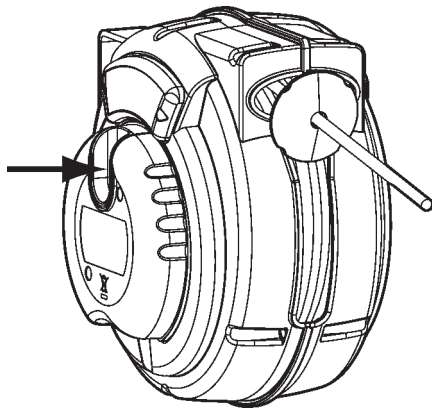
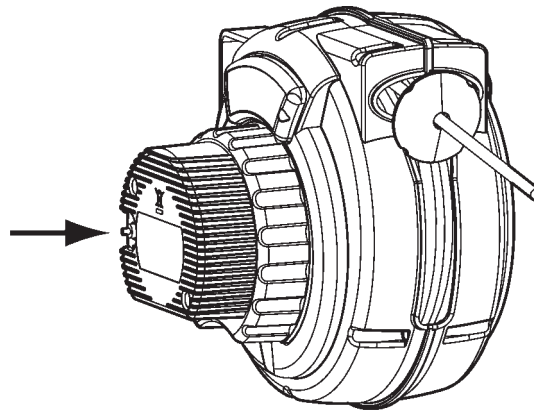

Fig. 7
Fig. 8
TWO MINUTES after the breaker has tripped, the breaker can be reset and the cable reel thus reconnected by pressing the button (A) indicated in figure 7 / figure 8.
Le disjoncteur peut être manuellement réenclenché DEUX MINUTES après la rupture du passage du courant (fig. 7 et fig. 8).
El interruptor automático puede ser activado manualmente pulsando el botón (A) transcurridos DOS MINUTOS desde el corte de alimentación (fig. 7 y fig. 8).
Der Überlastungsschutz kann manuell zurückgesetzt werden, frühestens jedoch zwei Minuten nach Unterbrechung der Stromzufuhr. Hierzu drücken Sie den Knopf A (Abb. 7 und 8).